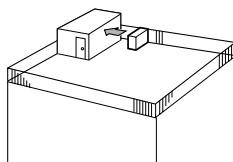

Fig. 2-3
- ① Posizionare la bocca di uscita dell'aria verso la parete più vicina, mantenendola a circa 100 cm di distanza dalla parete. (Fig. 2-3)